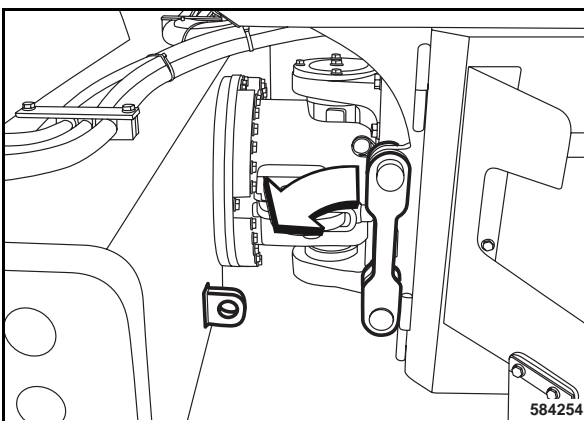

Fig. 140
- Después de haber subido la máquina al medio de transporte, colocar el seguro para la articulación de codo (Fig. 140) y asegurarlo con un pasador elástico.